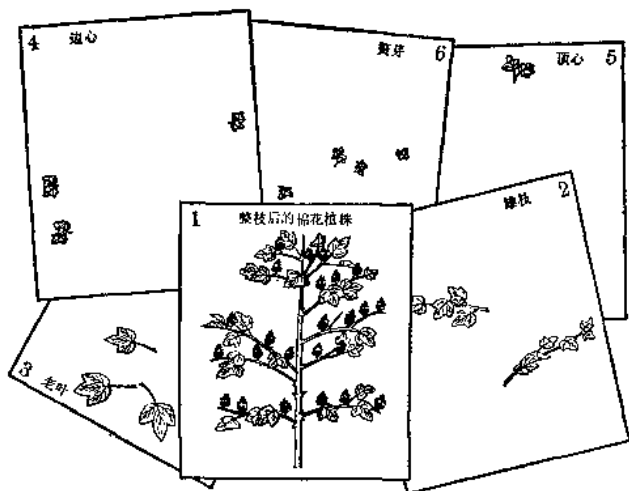

图 2-27
5. 依次揭减的复合式幻灯片的制作方法与此加片完全一样。只是使用时,先将各片全部迭合,然后逐张揭去。例如,表示棉花整枝方法的幻灯片,就可以用揭减的方法(图 2-27)。